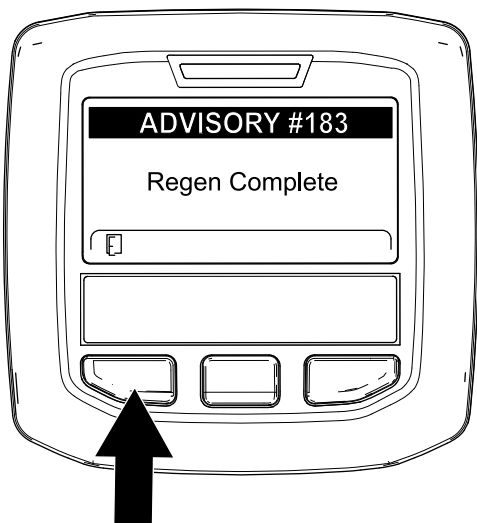

Figura 57
el InfoCenter muestra el AVISO N° 183 (Figura 57). Pulse el botón izquierdo para salir de la pantalla de inicio.
**Nota:** Si la regeneración no se completa, el InfoCenter muestra el Aviso N° 184 (Figura 57). Pulse el botón izquierdo para salir de la pantalla de inicio.